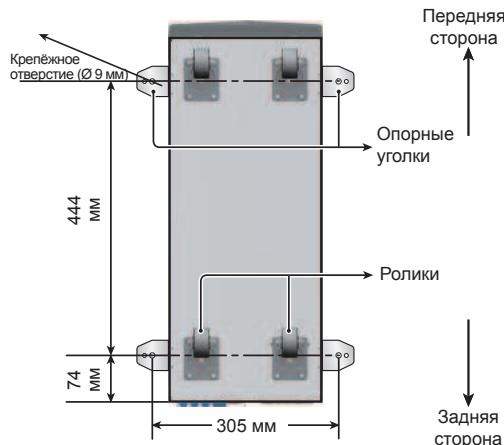
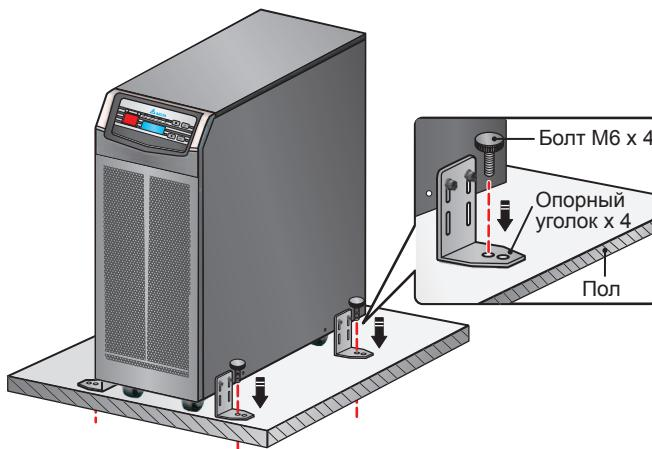

Рис. 6-5. Расположение крепёжных отверстий ИБП 15/20 кВА
Рис. 6-7. Установка болта ИБП 15/20 кВА
- 1** Для установки требуется вы сверлить отверстия в полу. Расположение крепёжных отверстий для ИБП 15/20 кВА показано на *Рис. 6-5*.
- 4** Вставьте болты из комплекта поставки изнутри в отверстия опорных уголков с внутренней стороны, а через них – в крепёжные отверстия в полу. Закрутите болты (см. *Рис. 6-7*). Расположение крепёжных отверстий показано на *Рис. 6-5*.